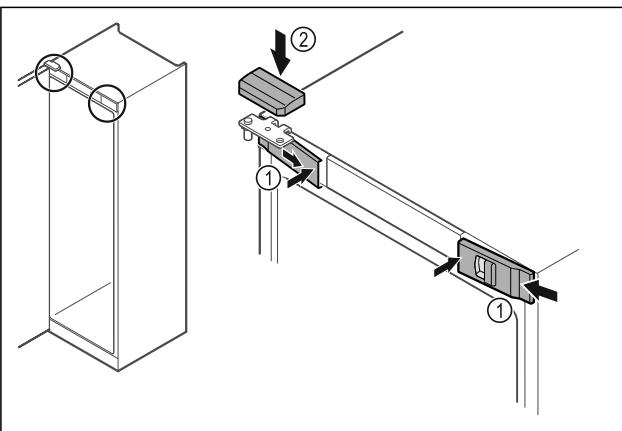

Fig. 50
- Передні кришки Fig. 50 (1) зачепити збоку та зафіксувати всередині.
- Зафіксуйте верхню кришку Fig. 50 (2) зверху.